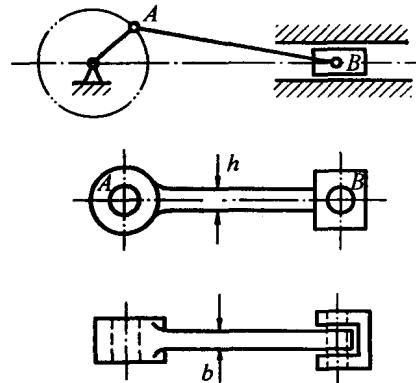

图 2-9
2.9 冷镦机的曲柄滑块机构如图 2-9 所示。镦压工件时, 连杆接近水平位置, 承受的镦压力 $F = 1100 \text{ kN}$ 。连杆截面是矩形截面, 高度与宽度之比为 $h/b = 1.4$ 。材料为 45 钢, 许用应力 $[\sigma] = 58 \text{ MPa}$, 试确定截面尺寸 h 及 b 。